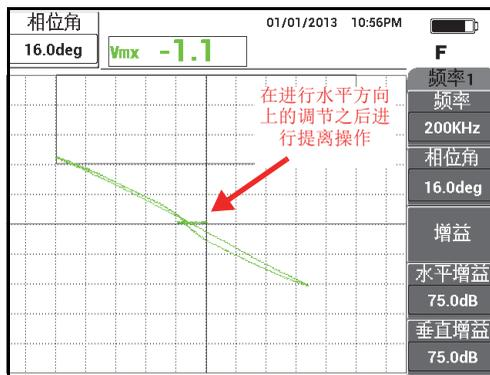

图 5-57 设置信号，使信号尽可能处于水平状态
6. 按相位角键 (  )，然后使用旋钮调节信号的角度，以使提离 ( 探头的运动 ) 信号尽可能处于水平状态 ( 参见第 157 页的图 5-57 )。